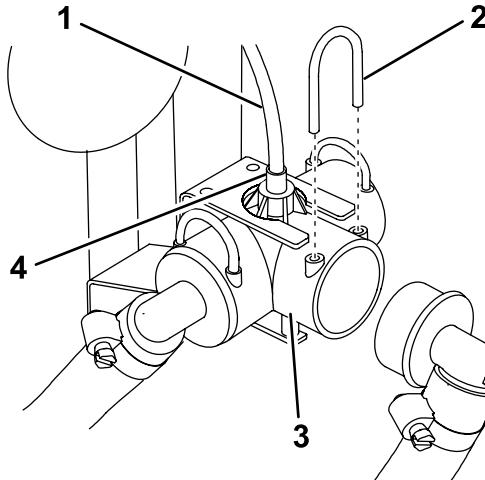

Figura 4
1. Rimuovete il fermo per scollegare il flessibile della barra dal raccordo a T (Figura 4).
2. Su un'irroratrice Multi-Pro 1200, scollegate il piccolo tubo rosso dell'indicatore della pressione dal raccordo verde sulla cima del raccordo a T (Figura 4).